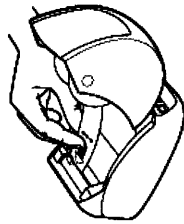

Figure 9
- 6 Coupez la première étiquette en deux de façon à obtenir un bord droit et insérez l'étiquette dans la fente d'alimentation (Figure 9).